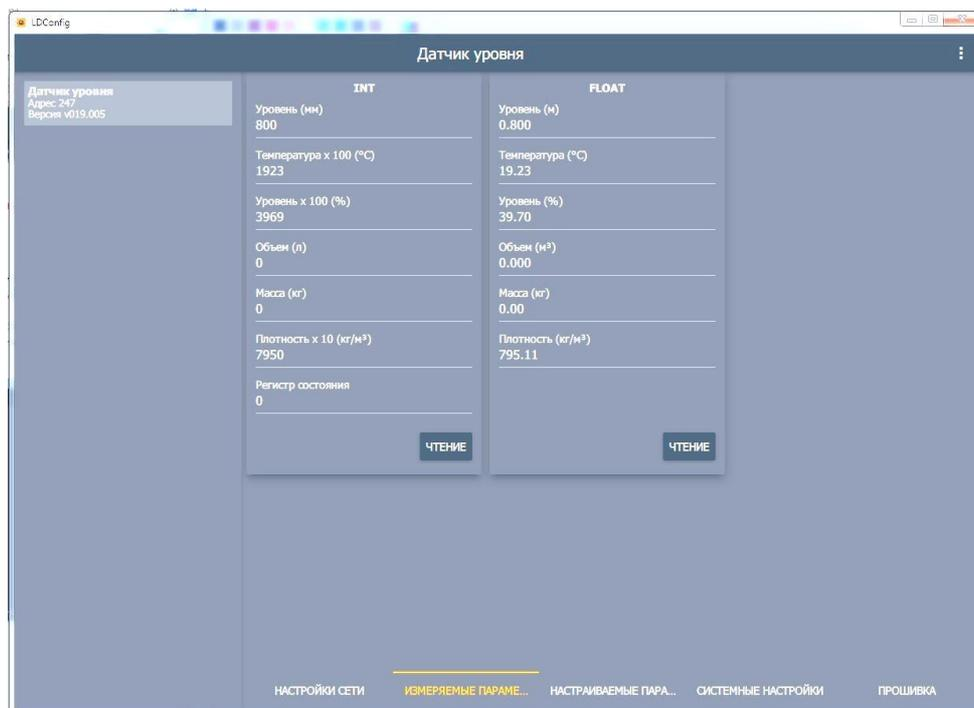

Рисунок 33
Для проверки работоспособности подключите датчик к конфигуратору «LDConfig». Перейдите на вкладку ИЗМЕРЯЕМЫЕ ПАРАМЕТРЫ, после смещения поплавка, нажмите на кнопку ЧТЕНИЕ (Рис. 33).
- «0» - датчик работает нормально (Рис. 33);